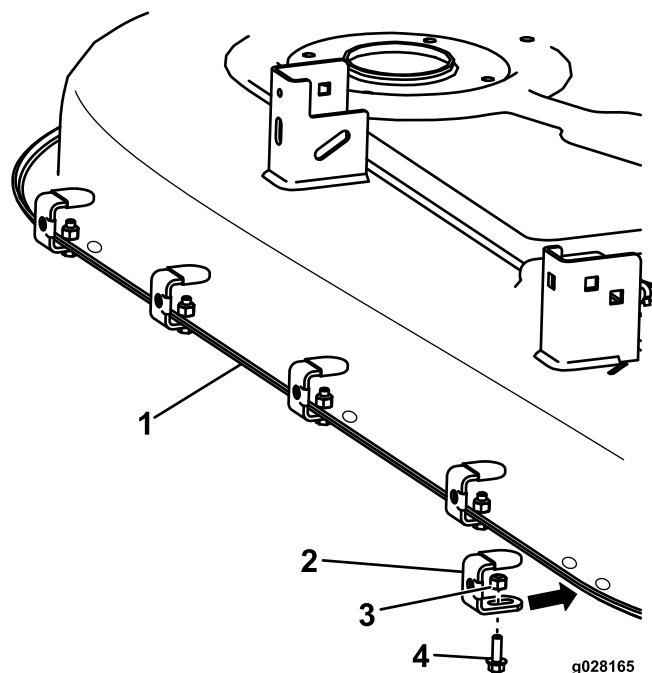

Figura 2
3. Montate le staffe assemblate nei fori illustrati nella Figura 2 mediante i 5 bulloni (1/4 x 3/4 poll.) e 5 dadi di bloccaggio (1/4 poll.). Tenete fermo il cappuccio di gomma della staffa contro la parte posteriore del piatto e serrate. Per la staffa mediana utilizzate il foro di sinistra. Per le staffe esterne utilizzate i fori esterni.